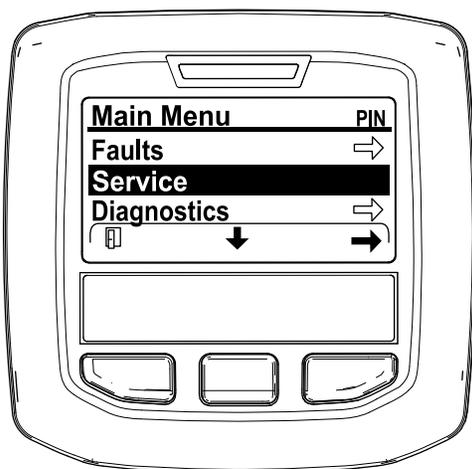

Figura 33
2. Navigate al MENU PRINCIPALE, premete il pulsante centrale per scorrere fino all'opzione MENU MANUTENZIONE, poi premete il pulsante destro per selezionare l'opzione MANUTENZIONE (Figura 33).